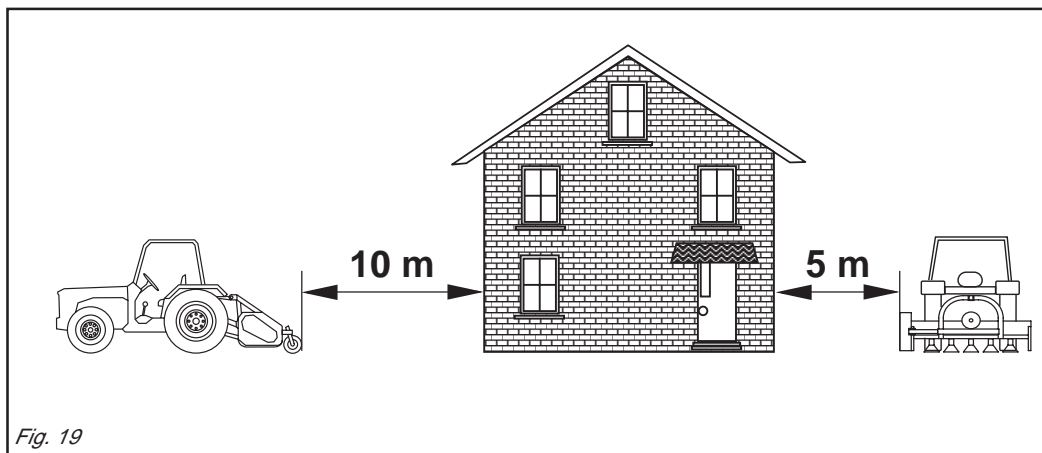

Fig. 19
- Lavorando in prossimità di abitazioni o strade rispettare le distanze di sicurezza (Fig. 19): 5 metri lateralmente, 10 metri posteriormente.
- *Comply with the safety distances when working near built-up areas or roads (Fig. 19): 5 meters each side, 10 meters at the rear.*
- Bei der Arbeit in Nähe von Wohnhäusern oder Straßen die Sicherheitsabstände einhalten (Abb. 19): 5 m seitlich, 10 m hinten.
- *Lors du travail à proximité des habitations ou des routes, respecter les distances de sécurité (Fig. 19): 5 mètres sur les côtés, 10 mètres à l'arrière.*
- Trabajando cerca de casas o carreteras respetar las distancias de seguridad (Fig. 19): 5 metros lateralmente, 10 metros posteriormente.